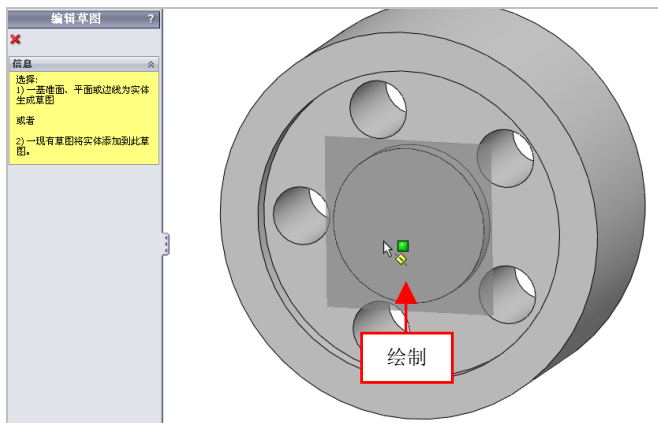

图 14-28 选择合适的基准面
(5) 在【草图】选项卡中，单击【草图绘制】按钮，选择合适的表面为草图的基准面，如图 14-28 所示。